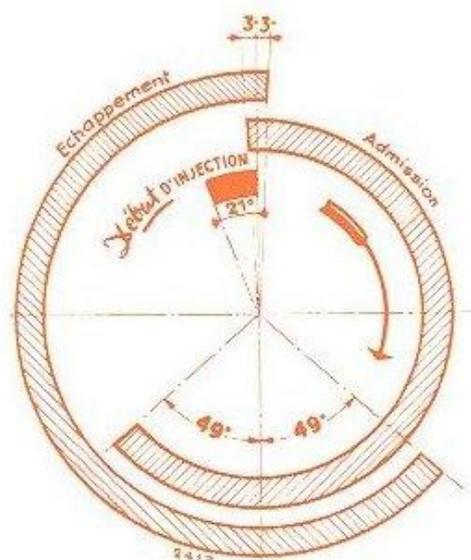

FIG. 34.
- Faire tourner le vilebrequin de quelques degrés en avant et en arrière, de manière à pouvoir contrôler si le commencement d'ouverture et de fermeture des soupapes se produit bien dans une position symétrique du repère **P.M.S.** du volant par rapport à l'index métallique comme indiqué sur le diagramme (**fig. 34**).